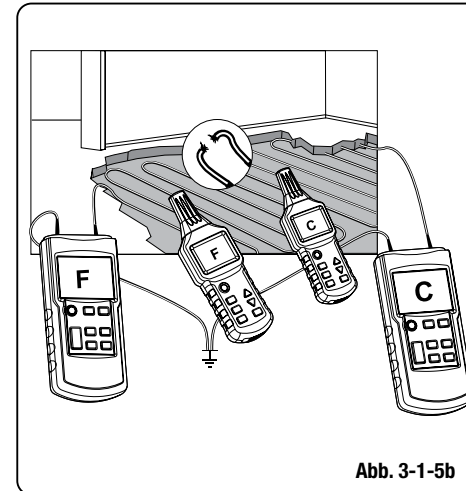

Abb. 3-1-5b
- > Schließen Sie beide Transmitter (falls zwei Transmitter genutzt werden) wie in Abb. 3-1-5b dargestellt an.